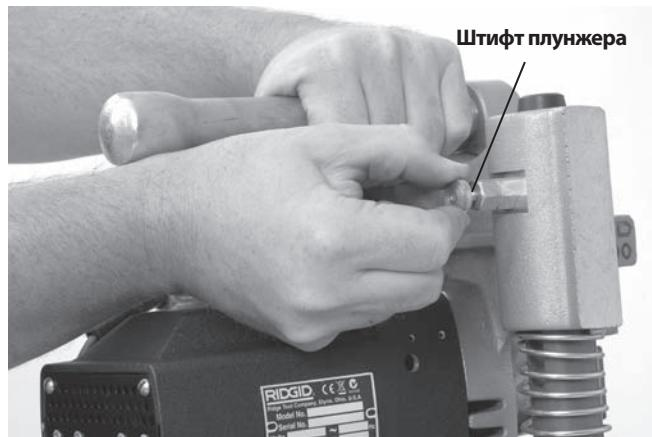

Рис. 7 – Отделение основания в сборе от электродвигателя в сборе
- Отсутствие поломанных, изношенных, потерянных, несоосных или заедающих деталей. Убедитесь, что электродвигатель в сборе вращается плавно и беспрепятственно, не задевая верхнюю и нижнюю стойки основания в сборе. Проверьте, что цепь и поворотная ручка свободно перемещаются. На модели HC-300 проверьте правильность работы контактов вилки и крепление электродвигателя в сборе к основанию в сборе (рис. 7).
- Поместив станок для вырезания отверстий HC-300 на устойчивую надежную поверхность, потяните за плунжер с задней стороны левой стойки (рис. 7), поднимите двигатель в сборе и снимите его с основания в сборе.